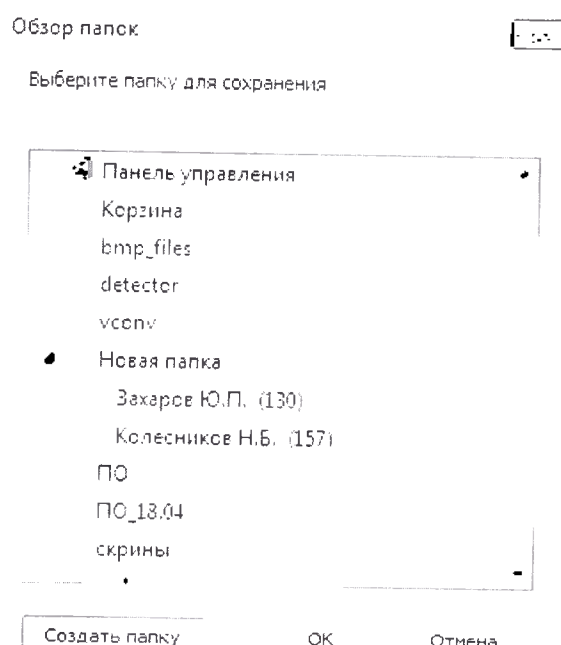

Рисунок 22 – Вкладка выбора пути сохранения кадра
19) кнопку  [Сохранение кадра], осуществляющую сохранение выбранного кадра на жестком диске ПК или внешних носителях. При нажатии кнопки появится вкладка выбора пути сохранения кадра (рисунок 22).